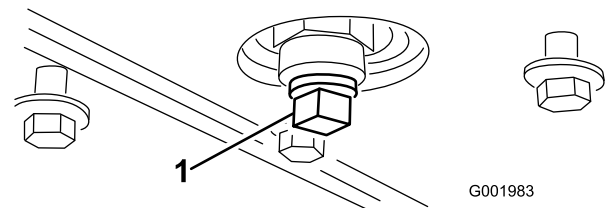

Bild 46
5. Nehmen Sie die Ablassschraube ab (Bild 46).